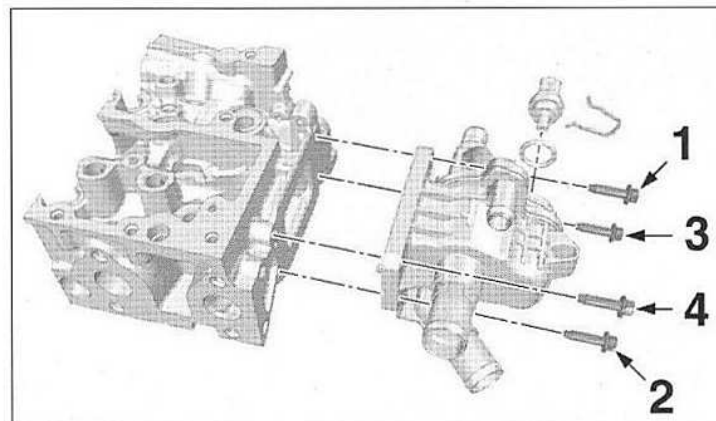

FIG.35
- Respecter l'ordre de serrage des vis (12) (Fig.35).
21. Vis du boîtier thermostatique (\*\*) (Fig.35) :